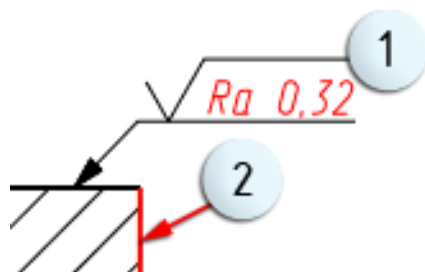

Рисунок 7-5
2. Выбрать перемещаемый элемент оформления (Рисунок 7-5)